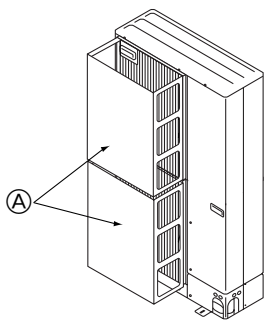

Fig. 2-15
① Installieren Sie eine als Sonderzubehör erhältliche Luftauslassführung, wenn die Anlage an einem Aufstellort installiert ist, an dem die Gefahr besteht, dass starker Wind direkt in die Luftaustrittsöffnung bläst. (Fig. 2-15)